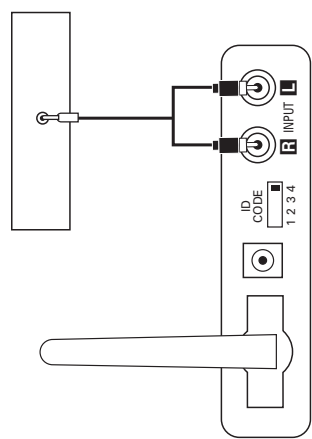

Abbildung 5.
Schritt 1. Schließen Sie das mitgelieferte Adapterkabel (Cinch auf Mini-Klinkenstecker – im Lieferumfang enthalten) an den Vorverstär- ker-, Line-Out- oder Kopfhörerausgang Ihrer portablen Tonquelle an. Schließen Sie das andere Kabelende an die entsprechenden Eingän- ge am Sendemodul 12 an (siehe Abbildung 5).